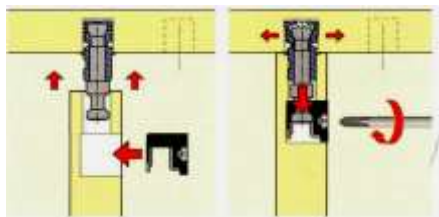

Рис.2
4. Соединить стенки вертикальные поз.3,4 со стенкой гориз.поз.8 с помощью эксцентриковой стяжки поз.23,26 - Рис.2 ;
5. Соединить стенку верт.поз.6 со стенками горизонтальными поз.8,9 и ребром жесткости поз.11 с помощью эксцентриковой стяжки поз.23,26 - Рис.2.
6. Соединить стенку верт.поз.5 со стенками гориз.поз.8 с помощью эксцентриковой стяжки поз.23,26 - Рис.2., а со стенкой вертикальной поз.6 с помощью евроинтов поз.16.
7. Соединить крышку поз.7 со стенками вертикальными поз.3,4,5,6 с помощью эксцентриковой стяжки поз.23,26 - Рис.2.